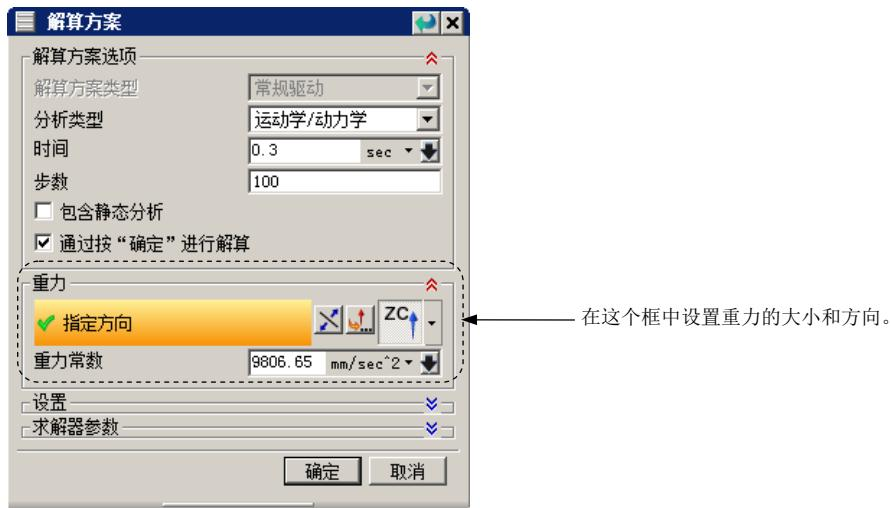

图 4.8.2 “解算方案”对话框
(1) 选择下拉菜单 **插入(S)** → **解算方案(I)...** 命令, 系统弹出“解算方案”对话框; 在 **解算方案类型** 下拉列表中选择 **常规驱动** 选项; 在 **分析类型** 下拉列表中选择 **运动学/动力学** 选项; 在 **时间** 文本框中输入值 0.3; 在 **步数** 文本框中输入值 100; 选中对话框中的  **通过按“确定”进行解算** 复选框。
(2) 设置重力方向。在“解算方案”对话框 **重力** 区域的矢量下拉列表中选择 **ZC↑** 选项, 其他重力参数按系统默认设置值, 如图 4.8.2 所示。